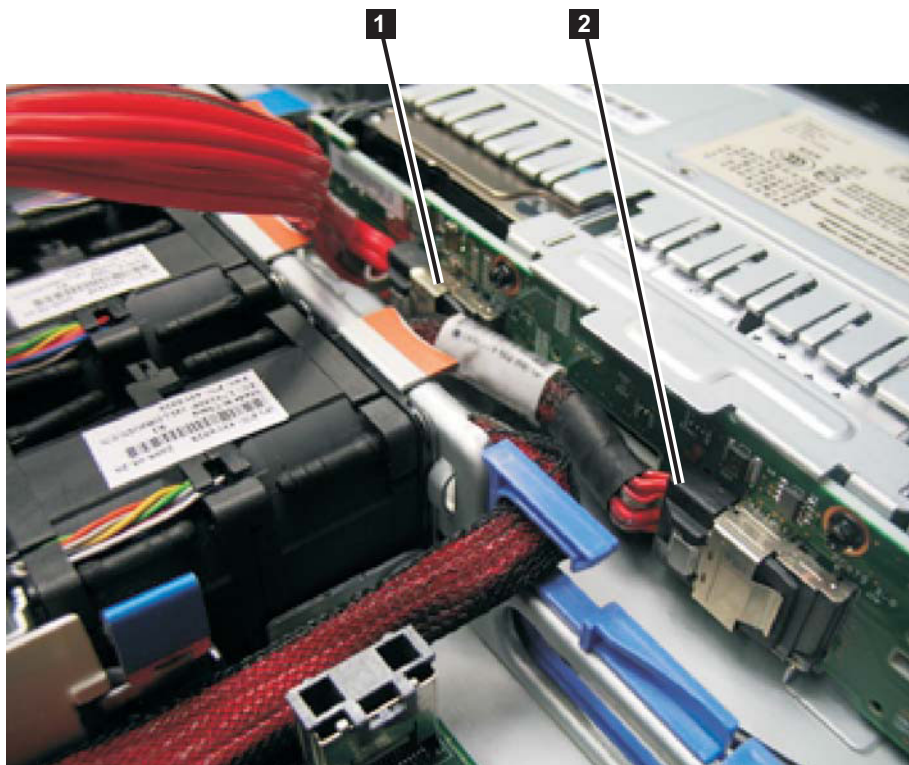

図 200. SAN ボリューム・コントローラー 2145-CG8 または 2145-CF8 のディスク・バックプレーンに接続されたブート・ディスク SAS ケーブルおよび高速 SAS ケーブル
11. 233 ページの図 200 に示すように、ディスク・バックプレーンの後部中央にある SAS コネクターから高速 SAS ケーブルを切り離します。